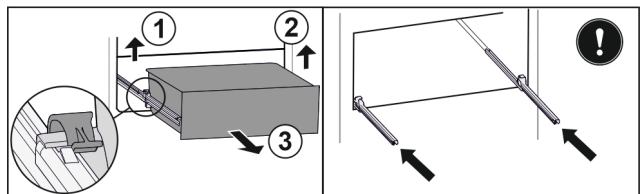

Fig. 110
- ▶ Приподнимите левый зажим и одновременно вытяните движением вперед выдвижной ящик слева. Fig. 110 (1)
- ▶ Приподнимите правый зажим и одновременно вытяните движением вперед выдвижной ящик справа. Fig. 110 (2)
- ▶ Извлеките выдвижной ящик движением вперед. Fig. 110 (3)